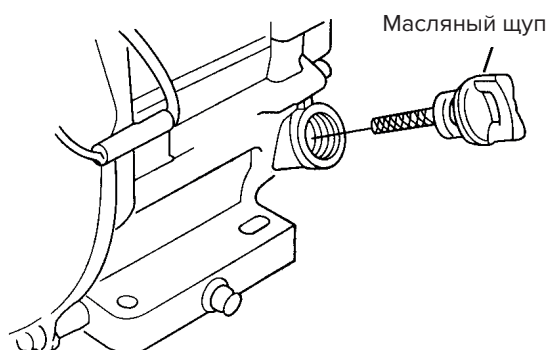

Рис. 5. Щуп моторного масла (извлечение)
2. Извлеките щуп заливной горловины из заливного отверстия моторного масла (см. рис. 5) и протрите начисто.